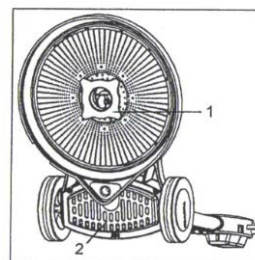

Fig 2
- Centrer le disque sur le plateau, bien le presser, puis resserrer la vis du centreur à l'aide de la poignée (Fig 2).